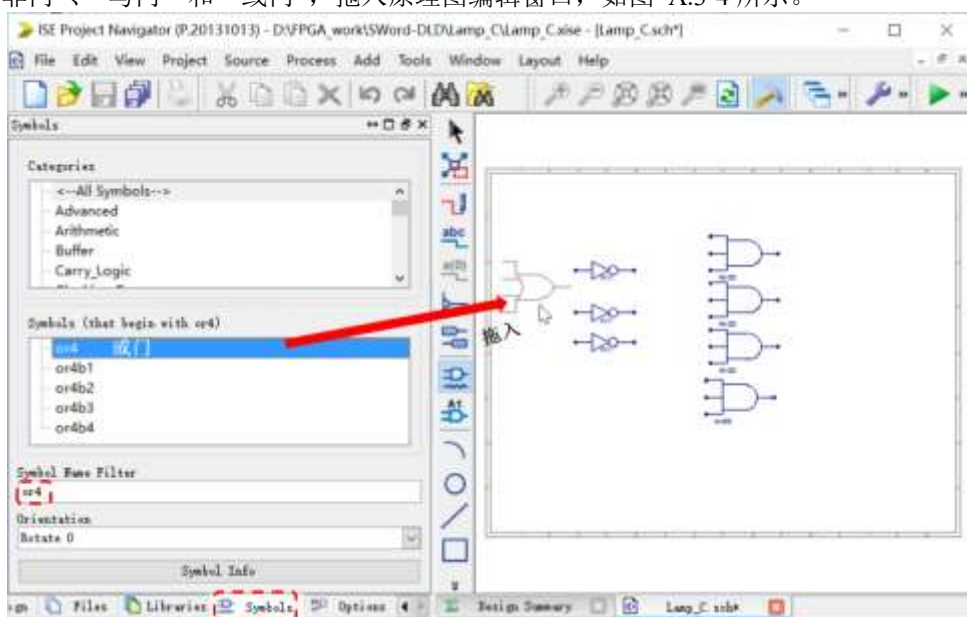

图 A.3-4 原理图输入与编辑-逻辑器件
1) 逻辑模块输入(基本门)。在工程管理状态栏, 点击右向箭头选中 Symbols 界面, 进入选择器件窗口。在符号名过滤(Symbol Name Filter)处分别键入 inv、and3 或 or4, 选择电路所需器件“非门”、“与门”和“或门”, 拖入原理图编辑窗口, 如图 A.3-4 所示。